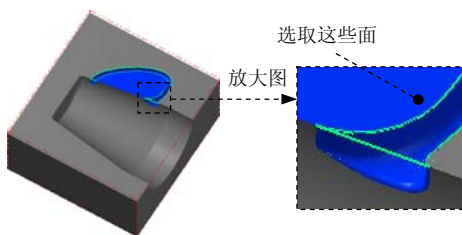

图 21.50 设置加工面
(1) 在图形区中选取图 21.50 所示的面（共 16 个），按 Enter 键，系统弹出“刀具路径的曲面选取”对话框。